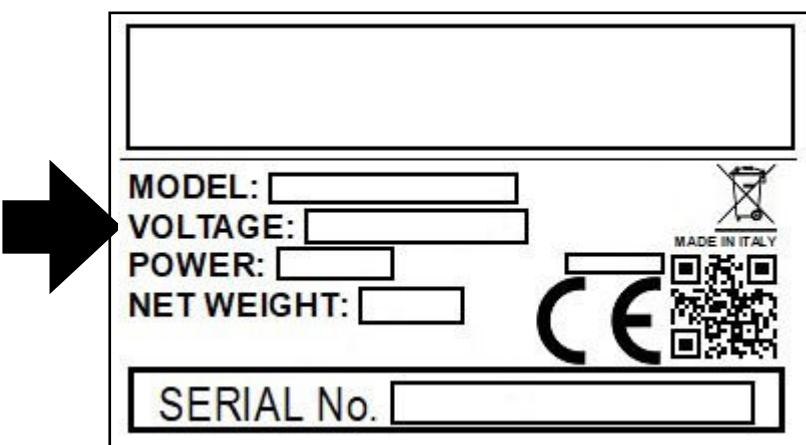

Fig. 1
- a) Accertarsi preventivamente che la tensione indicata sulla targhetta di identificazione della macchina sia la stessa della Vs. rete (**Fig. 1**).